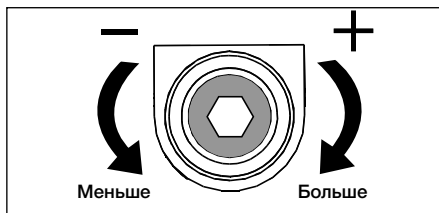

Рисунок 14 – регулировочный винт предохранительного клапана.
4. Шестигранным торцевым гаечным ключом на 7/32 дюйма отверните регулировочный винт предохранительного клапана, приблизительно, на 2 оборота. См. рисунок 14.